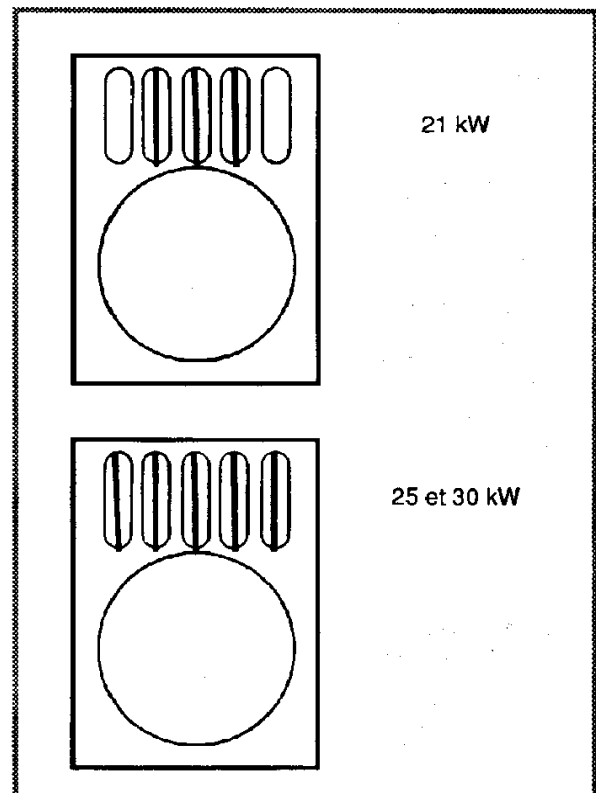

Fig. 11 -
- Contrôler l'implantation des turbulateurs en fonction du calibrage de la puissance (fig. 11)